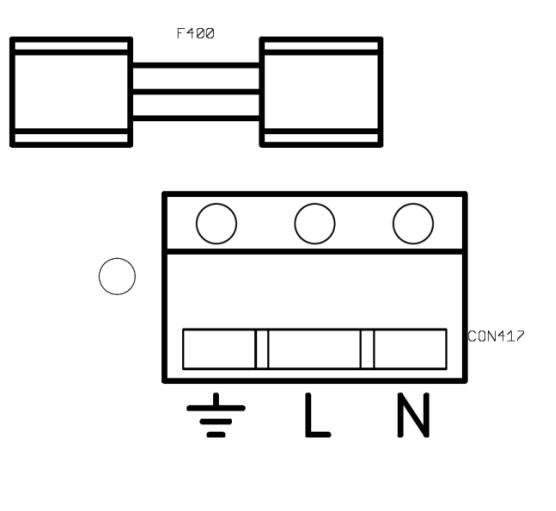

Abbildung 2 Netzeingangsklemme
2. Entfernen Sie die graue Abdeckung in der Frontplatte des Ladegeräts, um Zugang zum AC-Eingangsanschluss zu erhalten, siehe Abbildung 2.